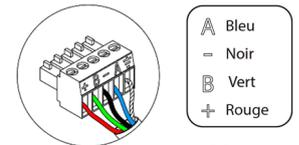

Fig. 16
Pour la connexion au bus de connexion Airzone de la platine centrale ^③, vous disposez de 1 borne à 5 broches. Fixez les câbles à l'aide des vis de la borne, en respectant le code couleur (Fig. 16).